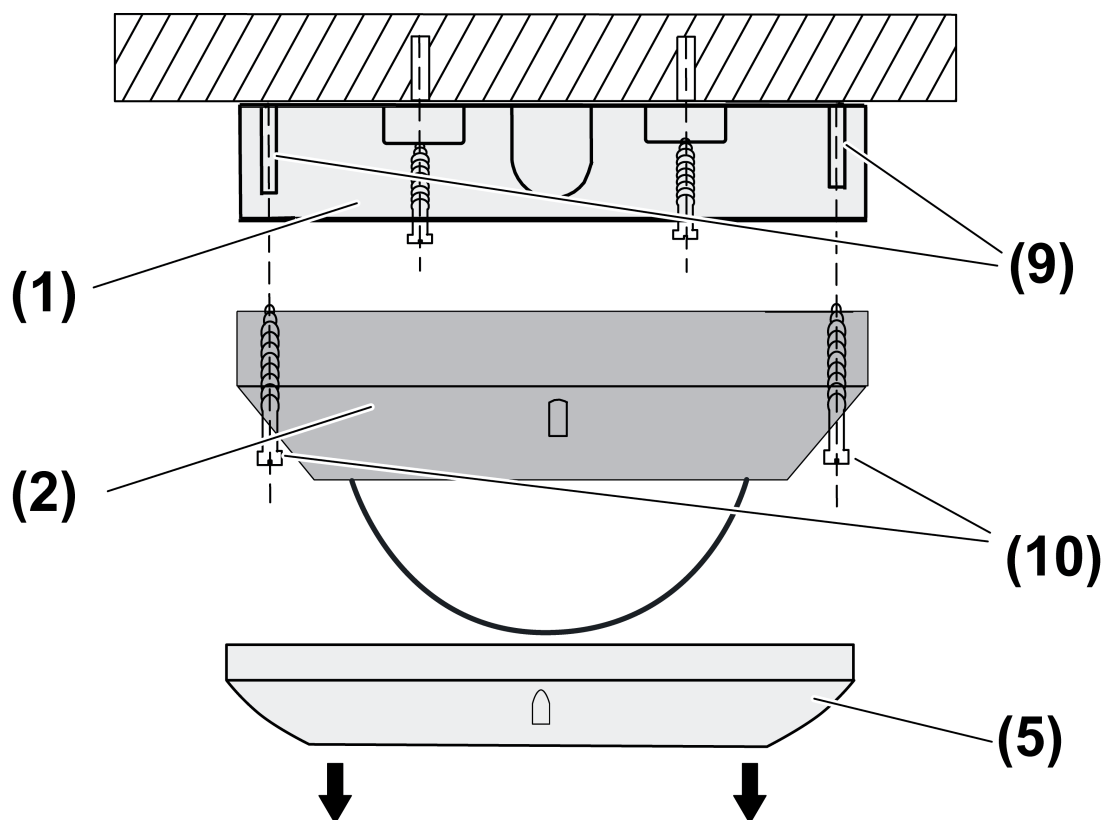
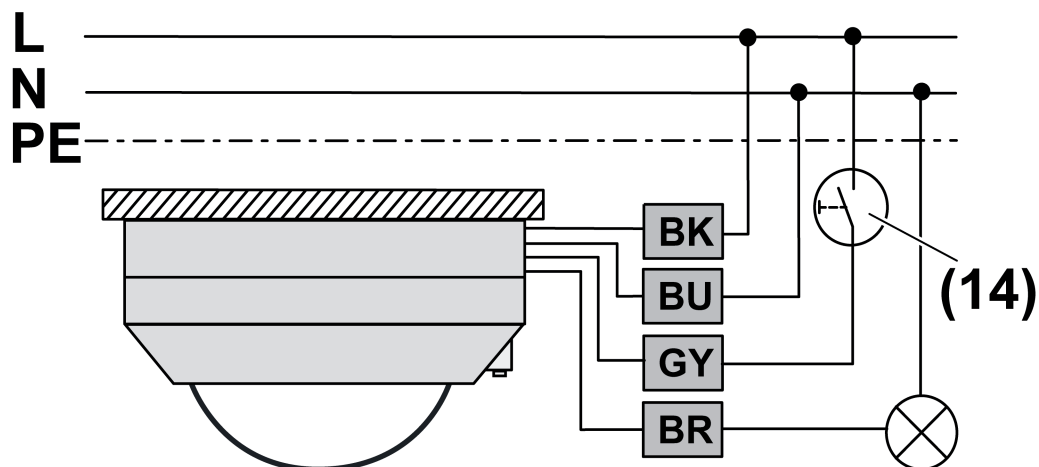
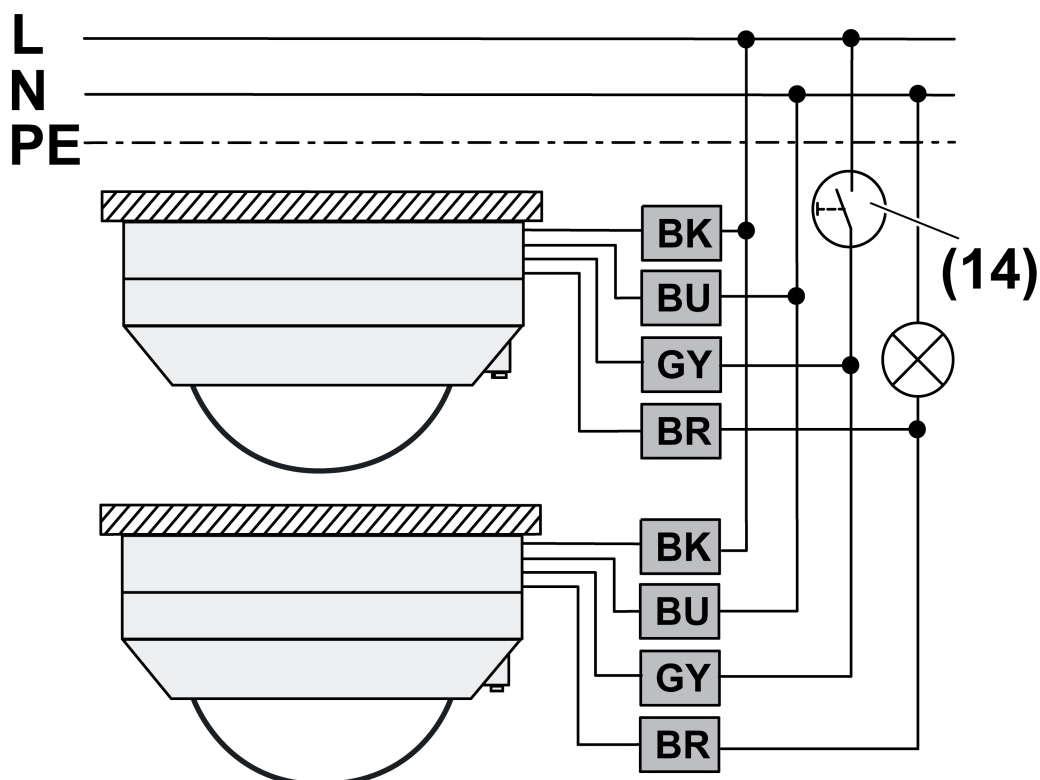

Рисунок 7: Установка
Рисунок 9: Монтажная схема для отдельного прибора
Рисунок 10: Монтажная схема параллельного включения приборов для расширения зоны обнаружения
- (1) Клеммная коробка
- (2) Насадка датчика
- (5) Декоративное кольцо
- (9) Крепежный колпак
- (10) Болты
- Снимите декоративное кольцо (5)(рисунок 7).
- Открутите болты (10)(рисунок 7).
- Подключите насадку датчика согласно монтажной схеме (рисунок 9) или параллельно включите насадки датчиков согласно электрической схеме (рисунок 10).
- Подключение дополнительной установочной кнопки (14) (рисунок 9) или (рисунок 10). Установочная кнопка требуется для ручного управления.
- i** Для отдельных устройств можно в качестве альтернативы для установочной кнопки (14) использовать двухпроводную вставку дополнительной точки.
- Прикрутите насадку датчика (2) с помощью болтов (10) и крепежного колпака (9) к клеммной коробке (1) (рисунок 7).